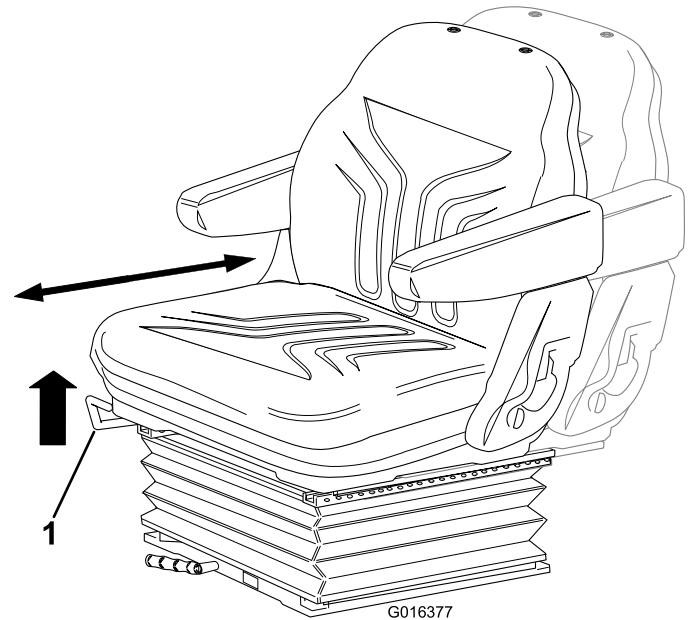

Figura 7
- **Regolazione longitudinale:** Spostate la leva verso l'alto per regolare la posizione longitudinale del sedile. Lasciate andare la leva per bloccare il sedile in posizione (Figura 7).